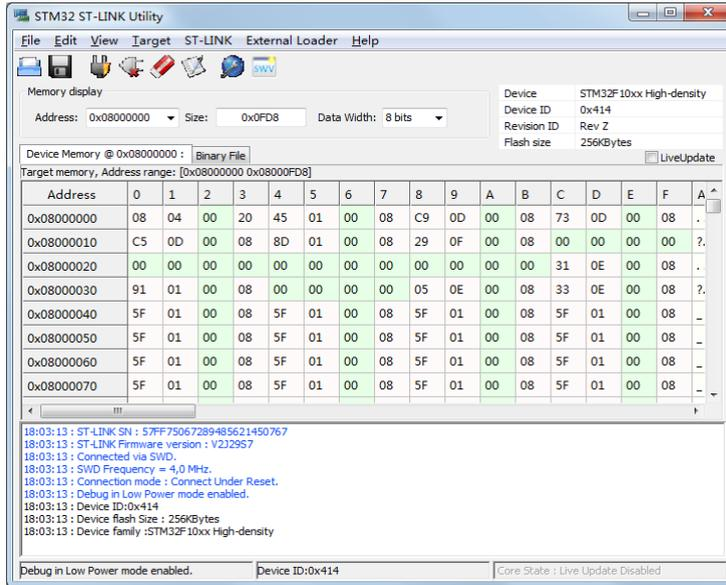

图 3.1.2 读出数据
- 4) 在“Address”及“Size”中分别输入要读取的数据的起始地址以及数据长度，敲击回车键后便可以从芯片中读出数据，如图 3.1-2 所示；